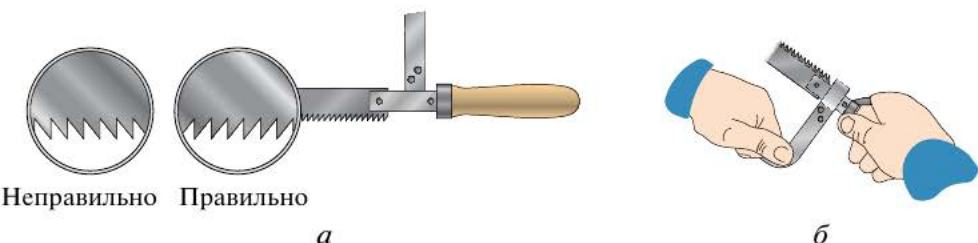

Рис. 5.26. Подготовка ножовки к работе: *а* — установка полотна в ножовку; *б* — натяжение ножовочного полотна
2. Ножовочное полотно устанавливают в прорези головки так, чтобы *наклон зубьев был направлен от ручки* (рис. 5.26, *а*).
5. Натяжение ножовочного полотна выполняют вручную без больших усилий лёгким вращением гайки-барашка (рис. 5.26, б). Для этого нельзя использовать ручные тиски, плоскогубцы.